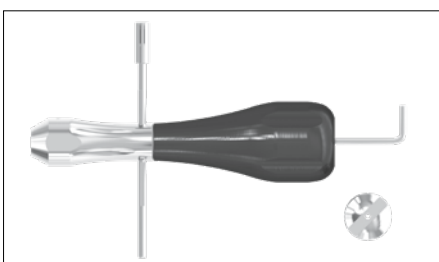
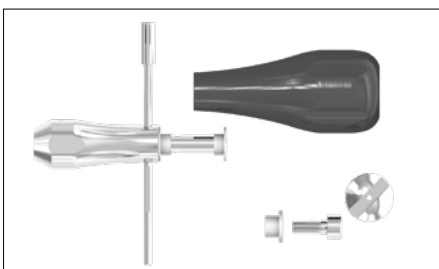

Fig. 5
Fig. 6
Déposer la vis cylindrique située en dessous, en utilisant la clé à six pans creux 3,0 (screwdriver key 3.0), (Fig. 5), puis démonter entièrement le tomas®-screwdriver (Fig. 6).
Con la screwdriver key 3.0 (llave hexagonal interior 3,0) sacar el tornillo de cabeza cilíndrica que hay dentro (Fig. 5) y desmontar la tomas®-screwdriver en sus partes integrantes (Fig. 6).